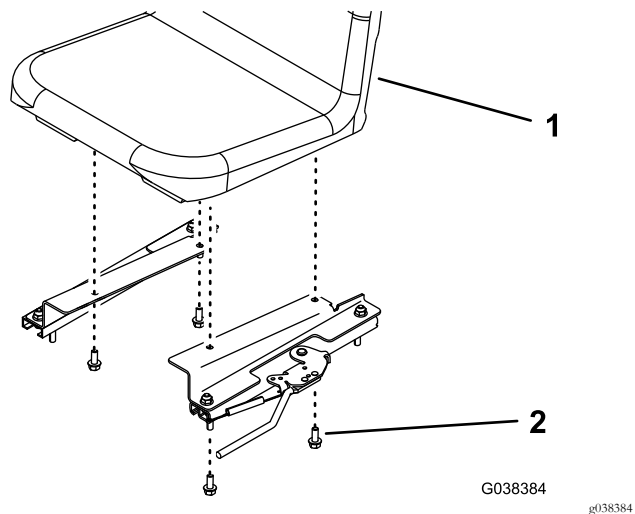

図6
6. 運転席をブラケットに取り付けるボルト5/16 x 3/4 インチ4本で図6のように取り付ける。